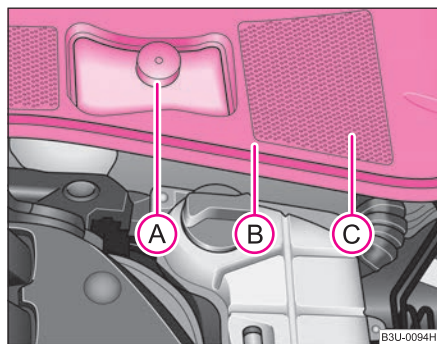

Fig. 177 Compartimentul motor: Rezervorul lichidului de frână
- Scoateți garnitura de etanșare ⇒ fig. 177 parțial, și ridicați capacul .